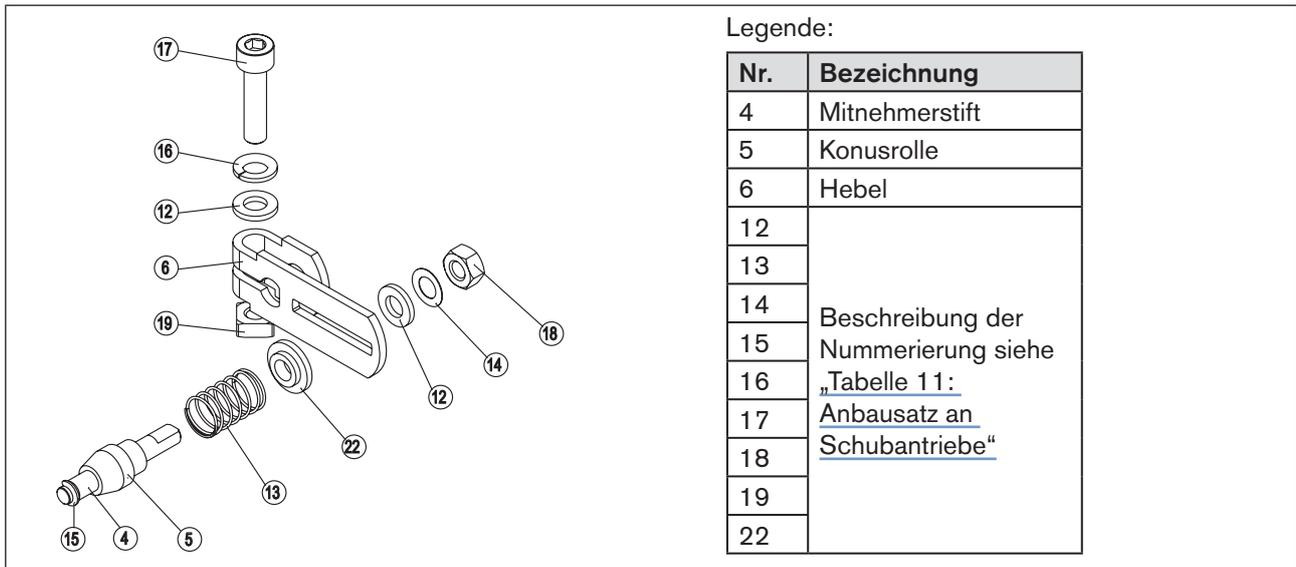

Bild 13: Hebelmontage
- Hebel zusammenbauen (falls nicht vormontiert) (siehe „Bild 13“).